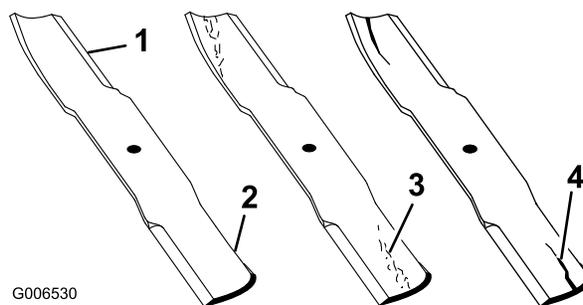

Figura 91
1. Inspeccione los filos de corte (Figura 91). Si los bordes no están afilados o tienen muescas, retire las cuchillas y afílelas. Consulte (página).
2. Inspeccione las cuchillas, especialmente la parte curva (Figura 91). Si observa daños, desgaste o la formación de una ranura en esta zona (Figura 91), instale inmediatamente una cuchilla nueva.